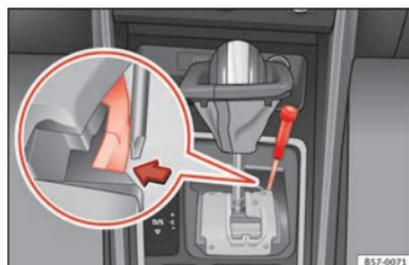

Abb. 54 Wählhebel: Notentriegeln aus der Parkstellung
- Drücken Sie seitlich mit Hilfe des Schraubendrehers auf die gelbe Entriegelungstaste und halten Sie sie gedrückt **» Abb. 54.**